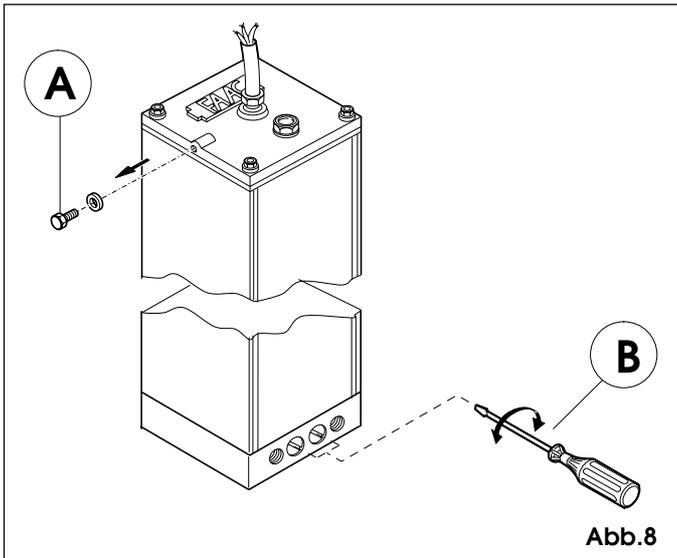

Abb. 8
- 4) Die Entlüftungsschraube gemäß Abb. 8, Bez. A abnehmen und aufbewahren.
Zum Eichen des öldynamischen Regelsystems der übertragenen Kraft sind die zwei Bypass-Schrauben (Abb. 8, Bez. B) zu betätigen.